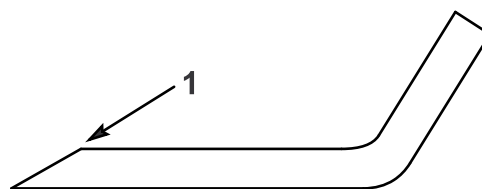

Figura 36
1. Affilate i taglienti da entrambe le estremità di ogni lama con una lima (Figura 36). Rispettate l'angolazione originale. La lama rimane bilanciata soltanto se rimuovete una quantità uguale di materiale da entrambi i taglienti.